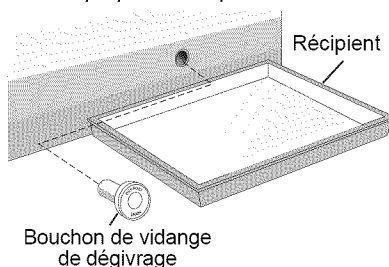
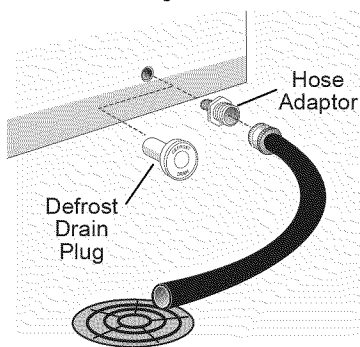

figure 2
figure 3
- Placez un ustensile peu profond sous la sortie de vidange. Retirez le bouchon de vidange extérieur (voir figure 2). Un adaptateur de tuyau d'arrosage de 1,3 cm (0,5 po) peut être utilisé pour vider le congélateur directement dans un siphon de sol (voir figure 3). Si votre modèle n'est pas équipé d'un adaptateur, vous pouvez en acheter un dans la plupart des quincailleries.